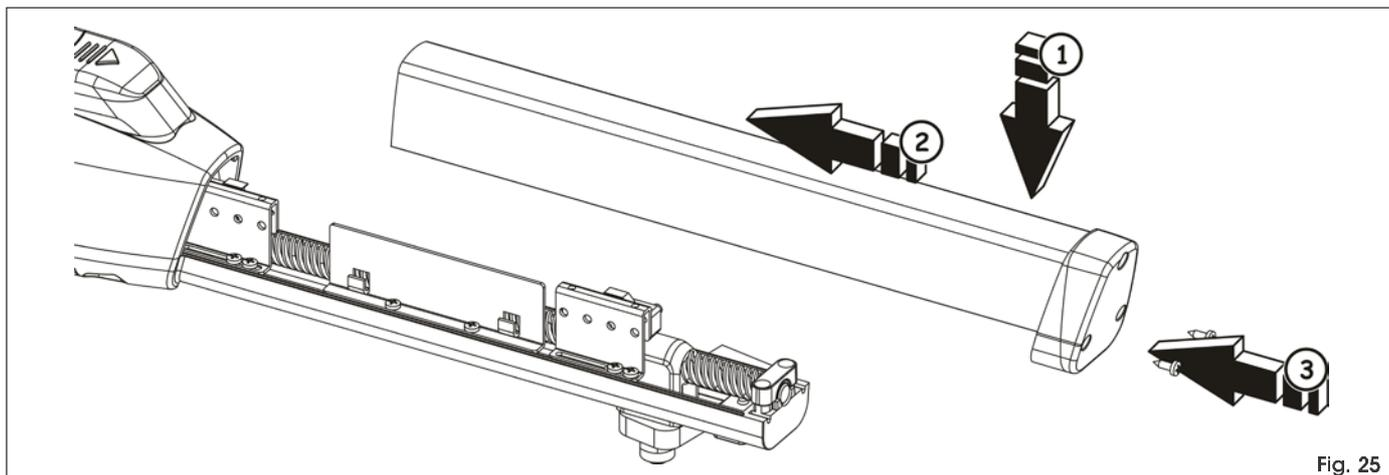

Fig. 25
5. Riposizionare il carter di copertura facendolo scorrere sulla fusione inferiore ed accertarsi che sia in battuta, Fig.25.
6. Avvitare nuovamente le due viti inferiori, Fig.25.